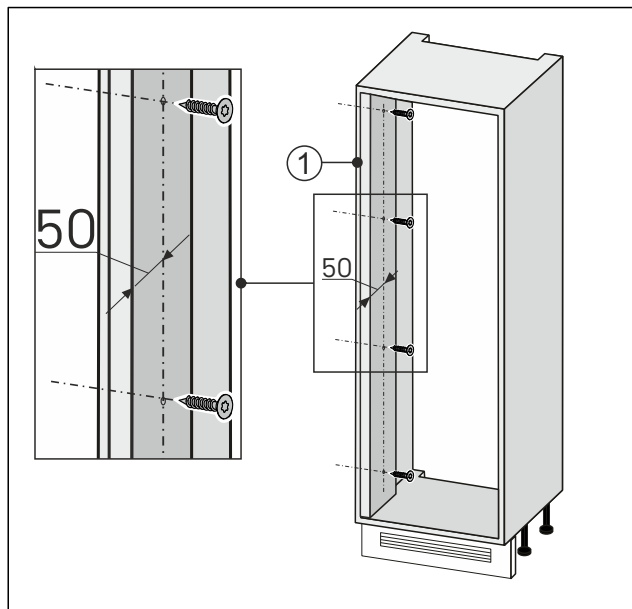

Fig. 93
- Прикрутити гвинтами рівняльник стіни зі сторони відкриття дверей Fig. 93 (1) до меблевої ніші.